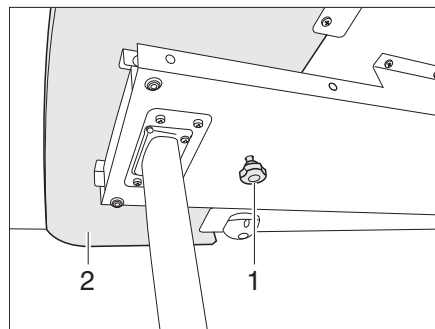
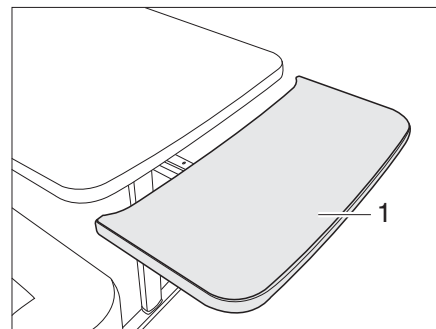

Bild 91 Bordsförlängningens lås
Bild 92 Bordsförlängning
- Lossa den räfflade skruven (Bild 91,1).
- Drag ut bordsförlängningen (Bild 91,2) till stoppläget (Bild 92).
- Sväng upp bordsförlängningen (Bild 92,1). Bordsförlängningen ligger kant i kant med bordsskivan.
- Dra bort bordsförlängningen (Bild 92,1) från bordsskivan (till stoppläget). Tryck förlängningen nedåt mot hållfjädrarnas motstånd. Bordsförlängningen svängs ned (Bild 92).
- Drag åt den räfflade skruven (Bild 91,1).